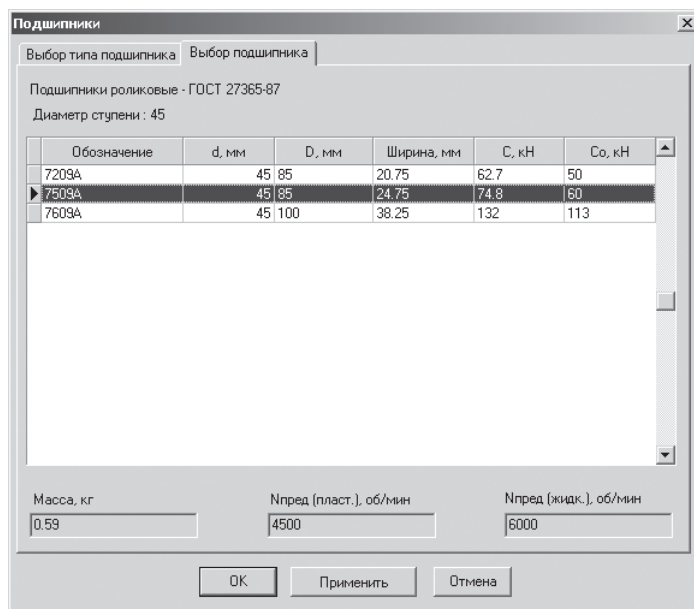

Рис. 3.46. Диалоговое окно **Подшипники** с раскрытой вкладкой **Выбор подшипника**
- щелкните в диалоговом окне **Подшипники** по вкладке **Выбор подшипника**. Она раскроется, см. рис. 3.46;